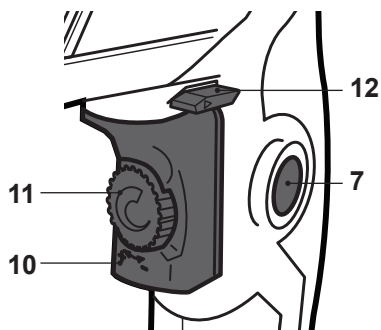

Fig. 9
- >Ligar o produto pressionando o interruptor de ligar/desligar (10) (Fig. 9).
- >Desligar o produto, premindo o interruptor de ligar/desligar (10) (Fig. 9).
- >Ligar o produto pressionando o interruptor de ligar/desligar (10) e mantê-lo na posição (Fig. 9).
- >Premir o botão de bloqueio (7) para bloquear o interruptor de ligar/desligar (10) (Fig. 9).
- >Soltar ambos os interruptores. O interruptor de ligar/desligar (10) está agora bloqueado para uso contínuo.
- >Carregar e soltar o interruptor de ligar/desligar (10) para desligar o produto.